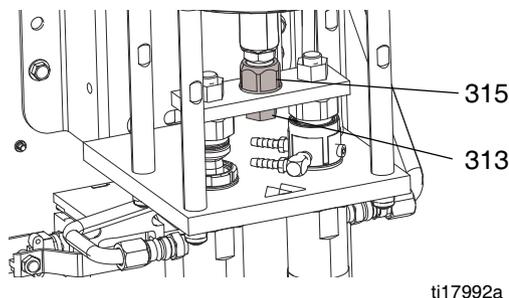

图 1
7. 使用扳手将活塞柱放就位，并使用另一扳手卸下转换接头 (315)。参见图 1。
1. 将中等蓝色螺纹锁固剂放在转换接头 (315) 上。使用扳手将活塞柱放就位，并使用另一扳手安装转换接头 (315)。扭矩为 32-38 英尺磅 (43-51 牛·米)。参见图 1。